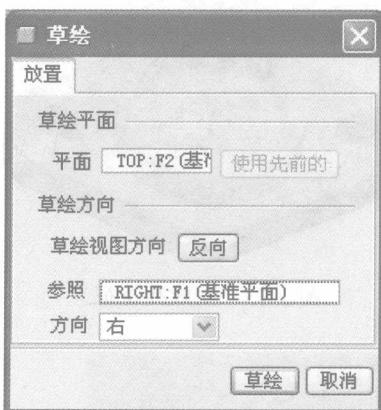
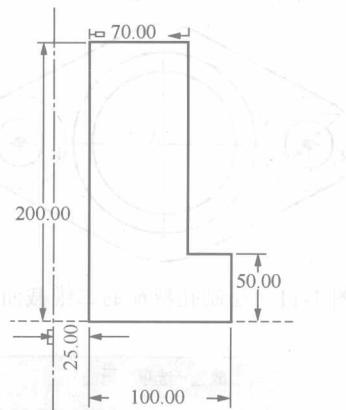

图 1-16 “草绘”对话框
图 1-17 草绘二维截面
(2) 单击“旋转”操控面板中的“位置” | “定义”按钮，在弹出的“草绘”对话框中选取 TOP 面作为草绘平面，RIGHT 面作为参照，如图 1-16 所示。其他接受系统默认设置，单击“草绘”按钮，进入草绘模式，绘制一条中心线及如图 1-17 所示的二维截面。